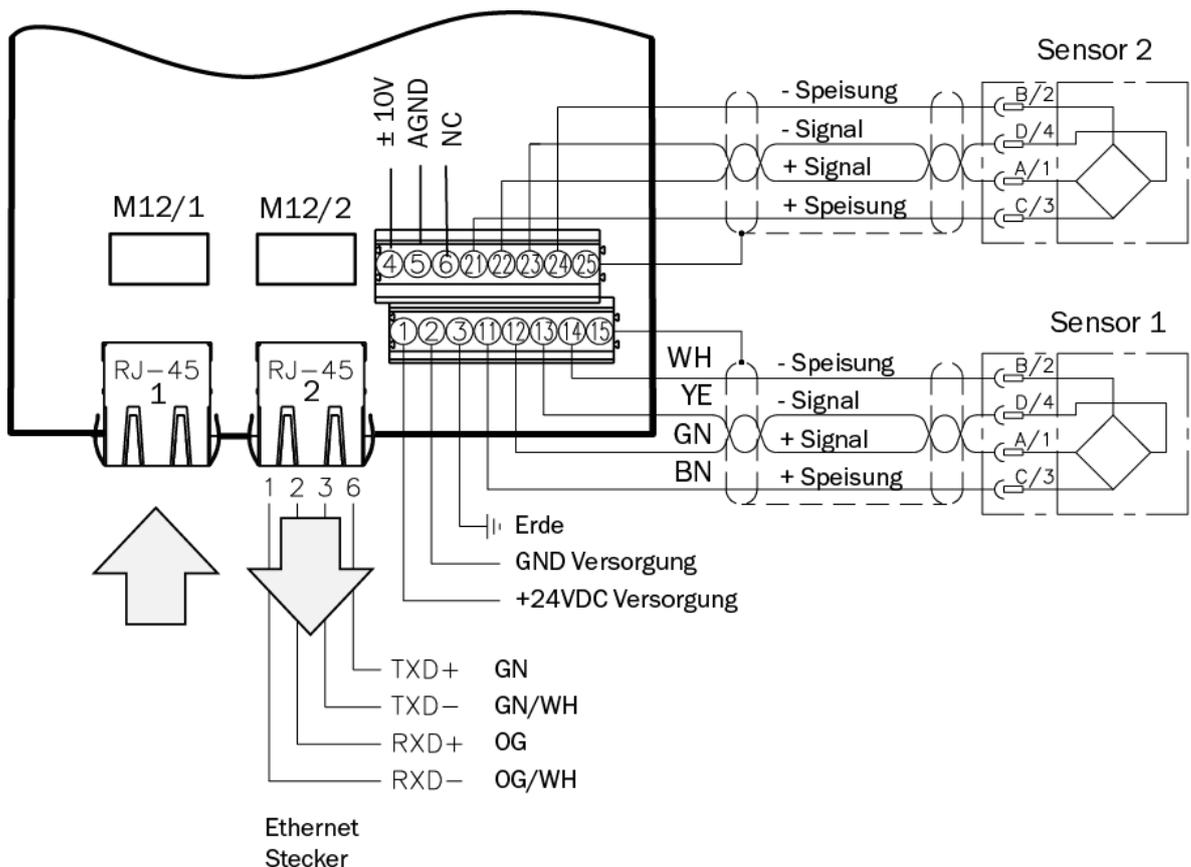

Bild 2: Anschlussschema EMGZ 490
2. Schliessen Sie die Kraftsensoren an die Verstärker an (siehe Bild 2)
2. Messinstrument an Spannungsausgang anschliessen (**Bild 2**, Klemmen 4/5)
3. Ersten Kraftsensor anschliessen (siehe **Bild 2**).